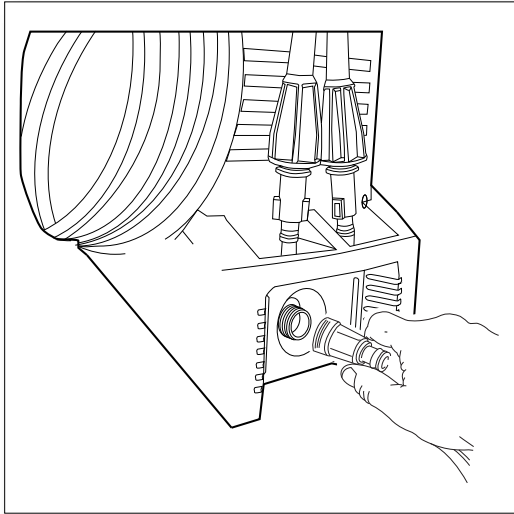
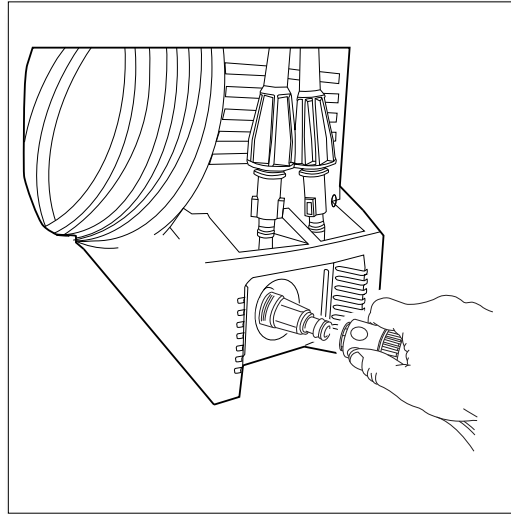

Fig. 13
Fig. 14
- Installez l'adaptateur de tuyau d'arrosage (ATA) et le filtre à connexion rapide. Il se compose de deux pièces séparées. (1) Un adaptateur en plastic clair avec un filtre (d'une longueur d'environ 3 pouces) (**Fig. 13**) et (2) un collier accessoire bleu/noir (**Fig. 14**).